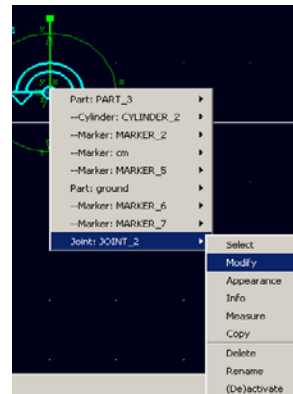

图 5-1 旋转副属性修改命令
5.2 对小齿轮的进行运动分析。因为大齿轮的齿数为  $z_1 = 50$ ，小齿轮的齿数  $z_2 = 25$ ，模数  $m = 4mm$ ，因此根据机械原理可以知道，对于标准外啮合渐开线直齿圆柱体齿轮传动，小齿轮的转速为大齿轮的 2 倍。对小齿轮的旋转副 JOINT\_2 进行角位置分析。在 ADAMS/View 工作窗口中用鼠标右键点击小齿轮的旋转副 JOINT\_2，选择 Modify 命令，如图 5-1 所示，在弹出的修改对话框中选